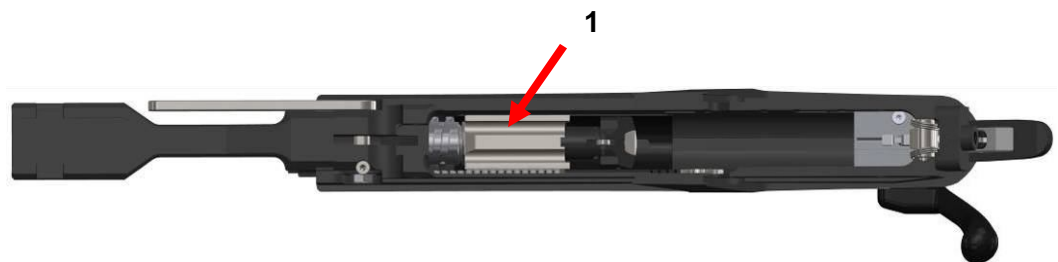
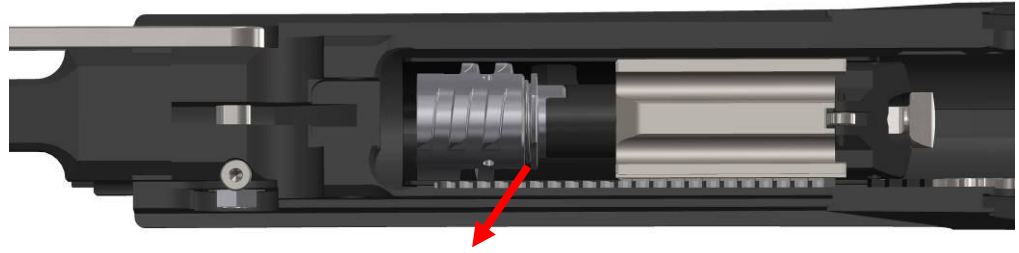

Bild 20
Bild 21
(7) Kammergriff in hinterste Position bringen und Verschlussträger (1) von Hand nach hinten schieben (Bild 20) bis Verschlusskopf (2) freiliegt (Bild 21).